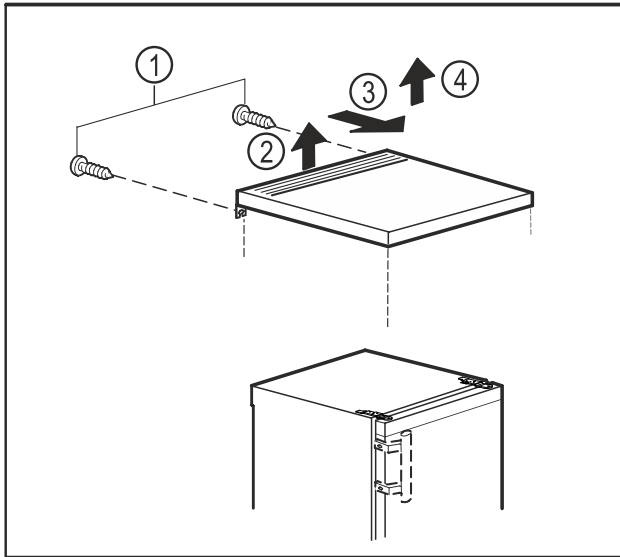

Fig. 9
- ▶ Lironi vidat në pjesën e pasme. Fig. 9 (1)
- ▶ Ngrini lart pllakën e sipërme në pjesën prapa. Fig. 9 (2)
- ▶ Shtyni nga përpara pllakën e sipërme. Fig. 9 (3)
- ▶ Hiqni pllakën e sipërme duke e ngritur lart. Fig. 9 (4)